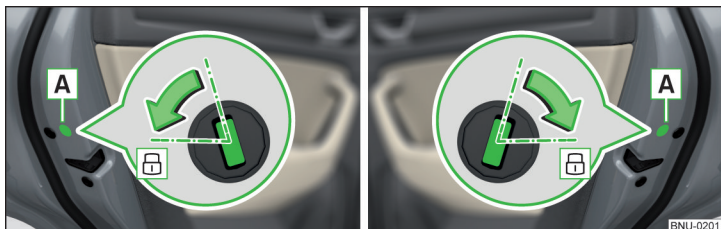

Abb. 347 Tür links / Tür rechts
- › Bei Fahrzeugen mit der Blende **A** diese Blende entfernen » Abb. 347.